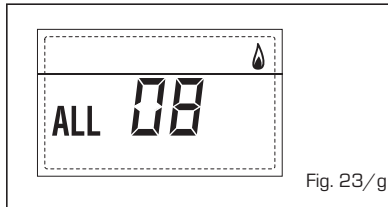

Fig. 23/g
- **ANOMALÍA CIRCULACIÓN AGUA "ALL 09"** (fig. 23/h)